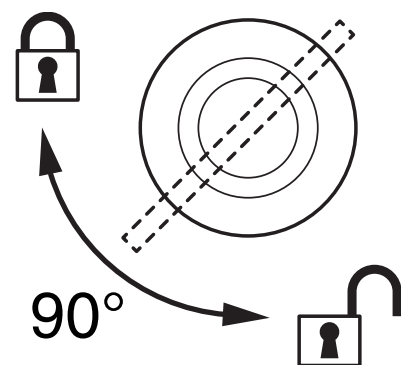

Bild 5: Schnellverschluss
4. Setzen Sie die Klemme auf zwei passende Montagepunkte in der Basis des Geräts (Bild 5). Führen Sie die Schnellverschlüsse ein und drehen Sie die Verschlüsse eine viertel Umdrehung im Uhrzeigersinn. Installieren Sie die zweite Klemme.